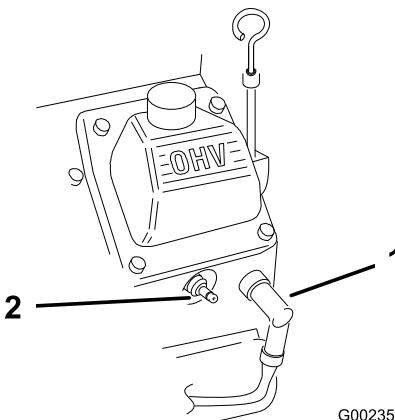

Bild 23
2. Klemmen Sie das Zündkabel von der Zündkerze ab (Bild 23).